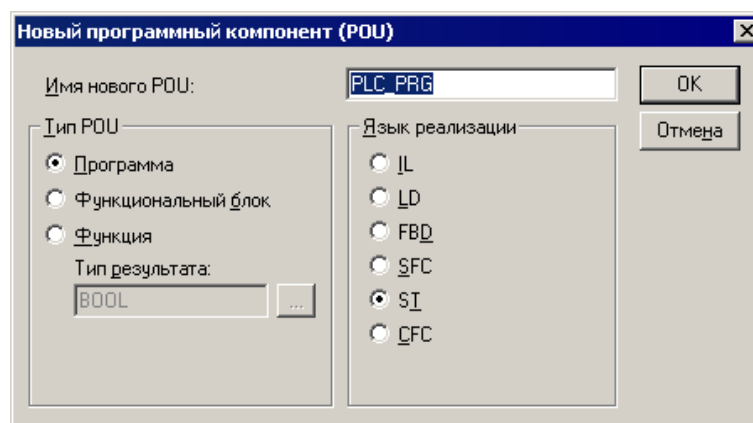

Рисунок 3.5 – Окно «Новый программный компонент (NewPOU)»
Для того, чтобы увеличить размеры памяти входов/выходов, следует перейти на вкладку «Распределение памяти (Memory Layout)» окна «Настройки целевой платформы (Target Setting)» (см. рисунок 3.5), и исправить значение в строках «Входы»/«Выходы»: значение «16#1FFF» заменить на «16#2FFF»
- 6) В открывшемся окне «Новый программный компонент (NewPOU)» (см. рисунок 3.5), в поле «Имя нового POU (NameofnewPOU)» – отображается заданное по умолчанию имя новой главной программы проекта (**PLC_PRG**); его не следует изменять. В группе переключателей «Тип POU (TypeofPOU)» отображается заданный по умолчанию тип новой главной программы проекта (**Программа (Program)**); его также не следует изменять.